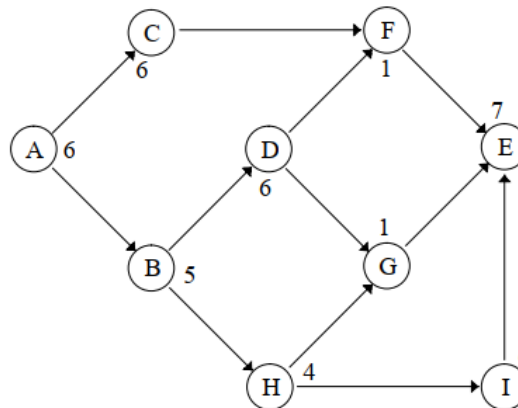

Figura 2- Grafo de precedência.
- A Figura 2 ilustra um grafo de precedência com 9 tarefas com tempos de processamento variando entre 1 e 7 unidades de tempo. Em relação às restrições de precedência, veja, por exemplo, que a Tarefa H, para ser processada, exige que Tarefas B (predecessor direto) e A (predecessor indireto) sejam processadas anteriormente. Por outro lado, a Tarefa H deve ser concluída antes que seus sucessores diretos (G e I) e sucessor indireto (E) possam ser iniciados. A função objetivo (FO) deste problema baseia-se em minimizar o tempo de ciclo